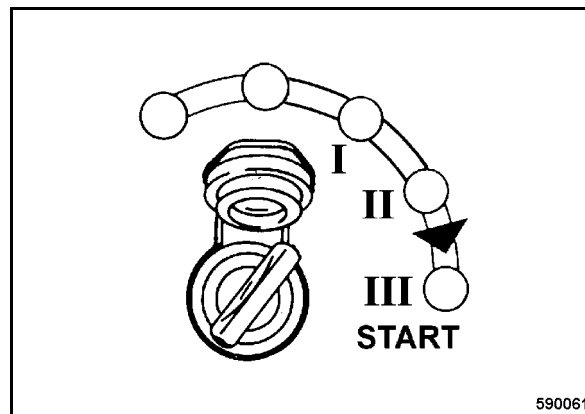

Fig. 68
- Girare la chiave di accensione (Fig. 68) oltre la posizione "II" nella posizione "AVVIO", il motorino di avviamento fa girare il motore.